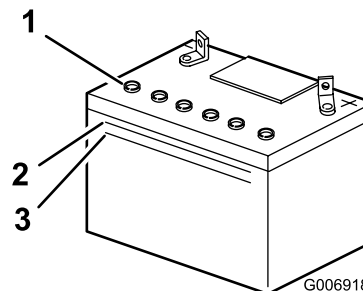

Figura 29
2. Mire hacia el lateral de la batería. El electrolito debe llegar a la línea superior (Figura 29).
**Nota:** No permita que el electrolito esté por debajo de la línea inferior (Figura 29).
- Retire los tapones de ventilación de la batería (Figura 29).
- Espere de cinco a diez minutos después de llenar las células de la batería. Añada agua destilada, si es necesario, hasta que el nivel de electrolito llegue a la línea superior (Figura 29) de la caja de la batería.